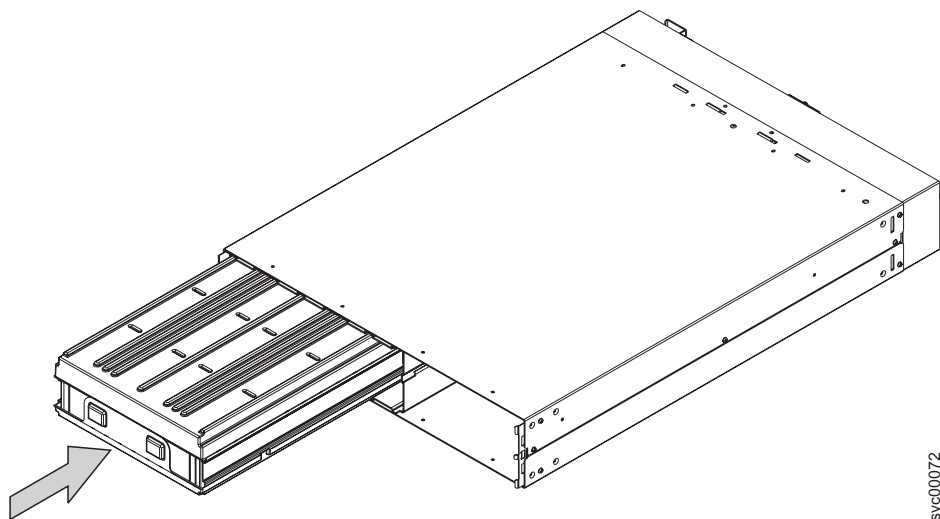

図 248. バッテリー・プレートの交換
2. 図 248 に示すように、バッテリー・プレートを取り替えます。